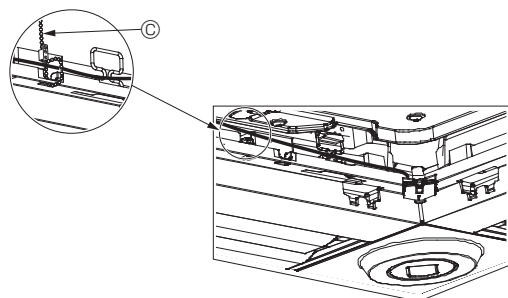

Fig. 5-13
- Fixez les fils du Capteur i-see et du récepteur de signal au panneau à l'aide des fixations, comme indiqué sur le schéma, de sorte qu'il n'y ait pas de mou au niveau des fils, puis coupez le fil qui dépasse aux extrémités de la fixation. (Fig. 5-13)
- Si la position du Capteur i-see a été permutée de la position "○" (E) à la position "□" (F), changez le paramétrage des commutateurs. (Voir page 11.)